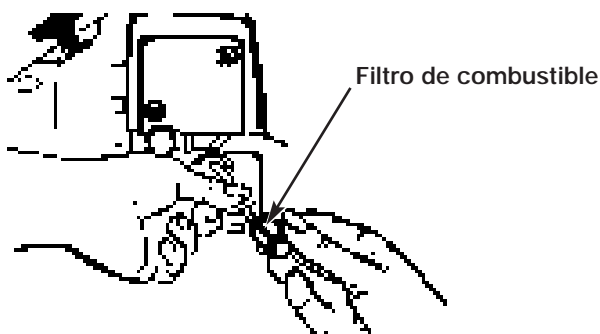

Fig. 24
2. Jalar hacia afuera con un movimiento giratorio (Fig. 24).